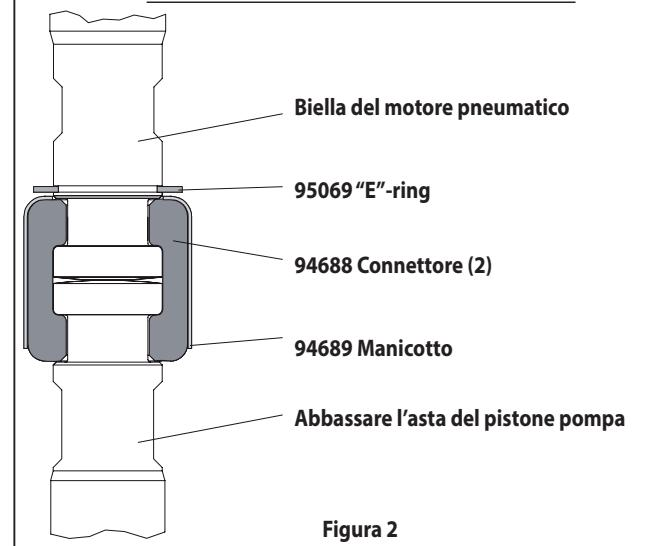

Figura 2
- Con una pinza e-ring, scorrere l'(95069) "E"-ring fermo fino abbastanza lontano per permettere il manicotto di spostare verso l'alto e rilasciare i due connettori (vedi figura 2). Accantonare il motore ad aria.